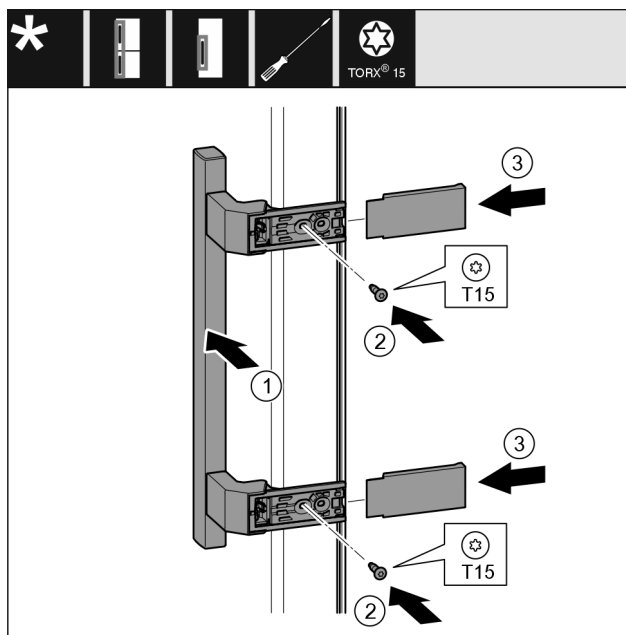

Fig. 20
- Postavite ručku Fig. 20 (1) na suprotnu stranu.
- Odvijačem pritegnite vijke Fig. 20 (2).
- Postavite poklopce Fig. 20 (3) bočno i natakните ih.